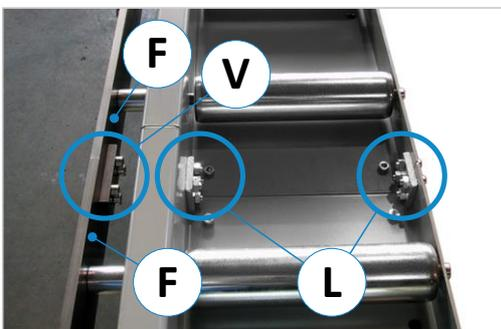

Abbildung 9: Segmente verbinden
- Danach müssen die gelieferten Rollenbahn-Segmente mit den Verbindungslaschen (L) durch Verschraubung miteinander verbunden werden (siehe ⇒ Abbildung 9).
Die vertikal montierten Führungs-Flachstähle (F) der Rollenbahn mit der angeschraubten Verbindungslasche (V) fest miteinander verschrauben (siehe ⇒ Abbildung 9). Beim Anbringen der Verbindungslasche (V) ist darauf zu achten, dass die Flachstähle exakt bündig zueinander fluchten → Der Luftspalt zwischen den Flachstählen sollte so gering wie möglich sein.
EXAKT B: Die Rollenbahn-Segmente werden (wie in ⇒ Abbildung 9 gezeigt) über die Verbindungslaschen (L) miteinander verschraubt. Danach muss noch C-Profil zur Führung des Anschlags an die Rollenbahn montiert werden. **Hinweis:** Das C-Profil wird an einem Stück für die gesamte Rollenbahnlänge geliefert.